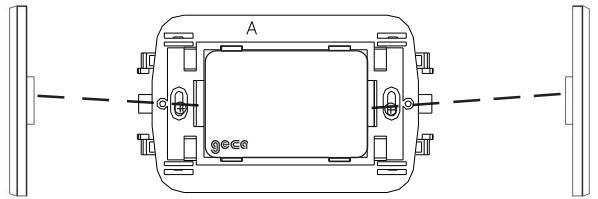

Fig. 13
**N.B.** Nel caso le luci **Diva, Astra e Linea** debbano ricevere placche **AVE Banquise o Noir; VIMAR Idea o Rondò e BTICINO Matix**, inserire nelle apposite fessure laterali le adeguate "Barrette copriforo" in dotazione (Fig. 13).